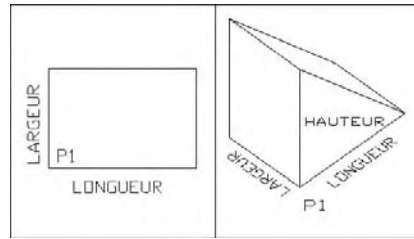

Fig.6.14
- BISEAU (WEDGE) : permet de dessiner un volume en forme de coin (fig.6.14).